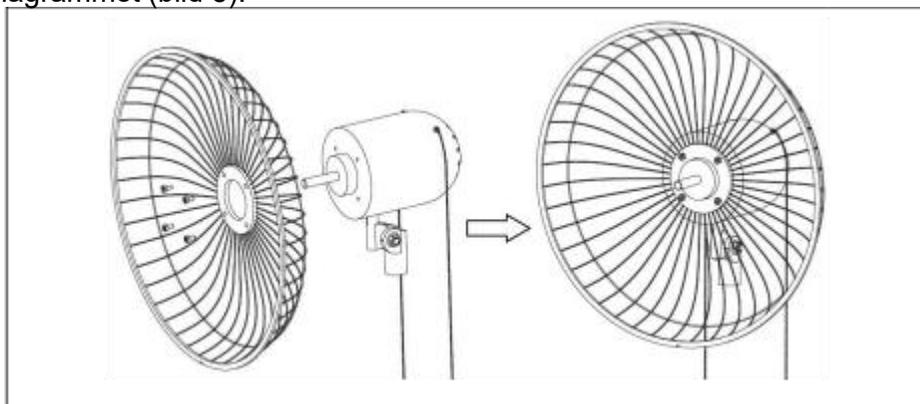

Bild 5 .
1) . Ta bort gallerskruvarna från motorhuvudet. Fäst sedan det bakre gallret (12) på motorhuvudet med den bakre gallerskruven (13) enligt diagrammet (bild 5).